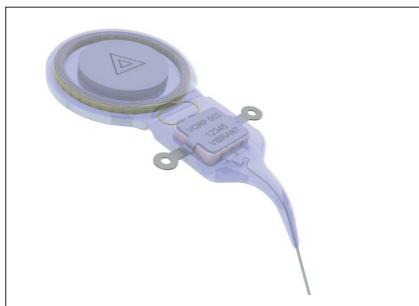

Abbildung 5: Δ -Zeichen zeigt nach oben
- Die Spule muss in die periostale Tasche geschoben werden, und das Implantat muss mithilfe der beiden Fixierflügel und den beiden selbstbohrenden Kortikalisschrauben (im VORP 503 Implantatkit) am Knochen befestigt werden. Verwenden Sie dazu den beiliegenden Einwegschraubendreher. Beachten Sie, dass das Δ -Zeichen auf dem Magneten nach oben zeigt (siehe Abbildung 5). Es wird empfohlen, das Implantatbett bis auf das Niveau der Fixierflügel vorzubereiten. Zusätzlich wird empfohlen, den VORP-Übergang zu schützen.